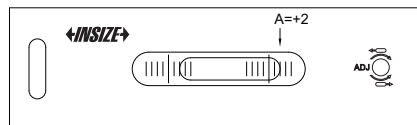

Abb.2
b) Nachdem sich die Blase nicht mehr bewegt, lesen Sie A auf der Waage (Abb. 2).